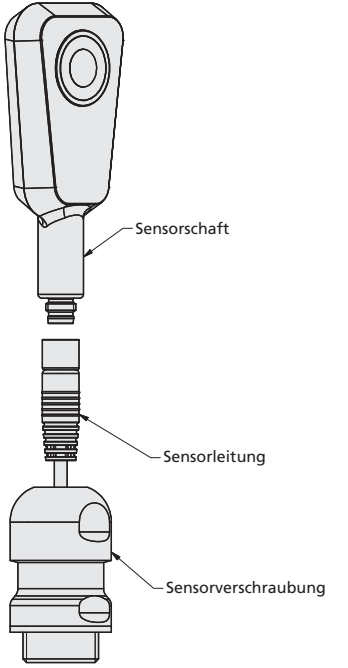

Bild 4: Montage pms-Sensor mit Sensorverschraubung BF-pms/A1
- Für eine hygienegerechte Montage den D12-Adapterschaft des pms-Sensors so montieren, dass er 7±1 mm aus der Sensorverschraubung BF-pms/A1 herausragt (vgl. Bild 4 und Bild 5).